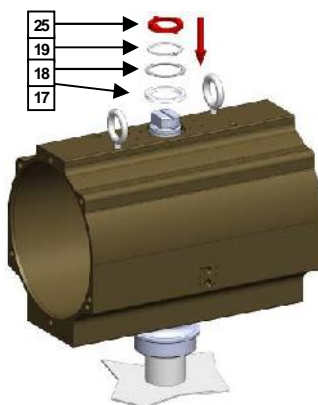

Fig.34
4. Calzare sul pignone ( 2 ) l' anello distanziale ( 17 ), la rondella ( 18 ), il seeger ( 19 ) e l'indicatore ( 25 ) vedi Fig.34 ;